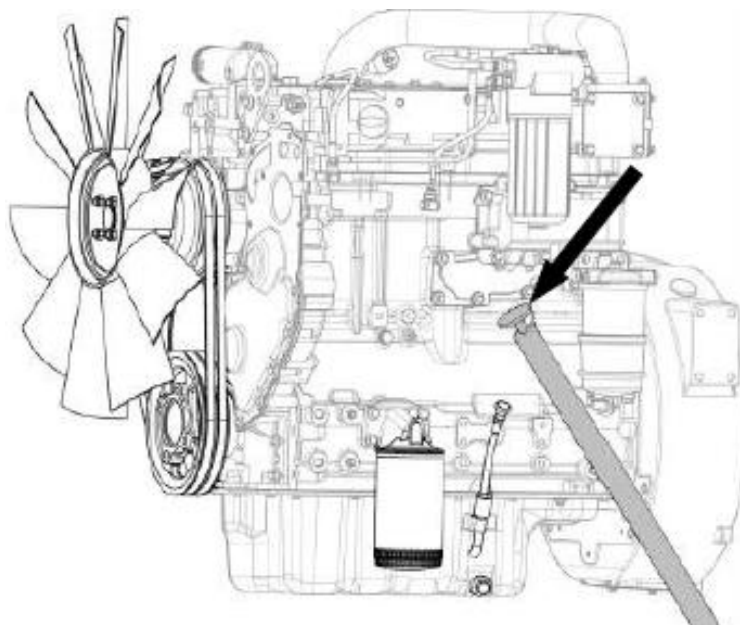

Рисунок 5.27 Заливная горловина
- ▶ Вытащите щуп из заливной горловины см. рис.5.27.